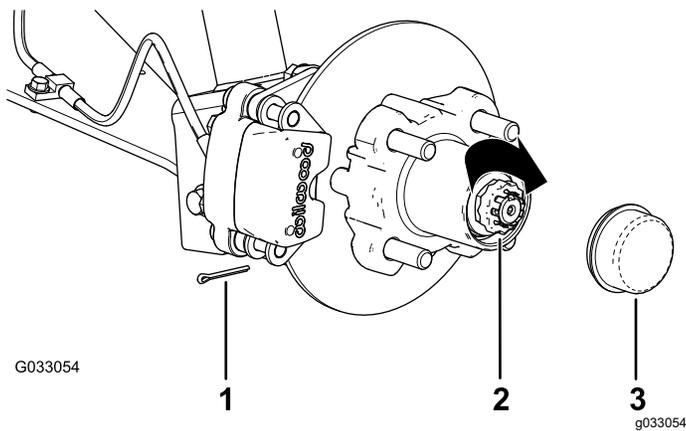

図 30
8. ナットの上からリテーナを取り付け、リテーナのスロットとスピンドルのスロットが整列しているかどうか確かめる 図 30。
9. コッターピンを取り付け、ピンの足をリテーナに巻き付けるように曲げる 図 30。
10. ハブにダストキャップを取り付ける 図 30。